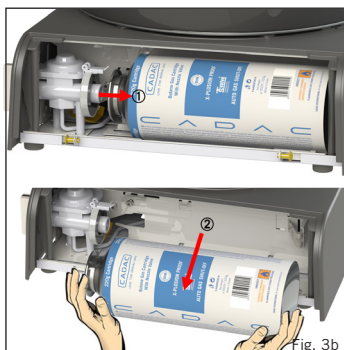

Fig. 3b
- Öppna kassetluckan och ta bort patronen i horisontellt läge (som visas i fig. 3b).